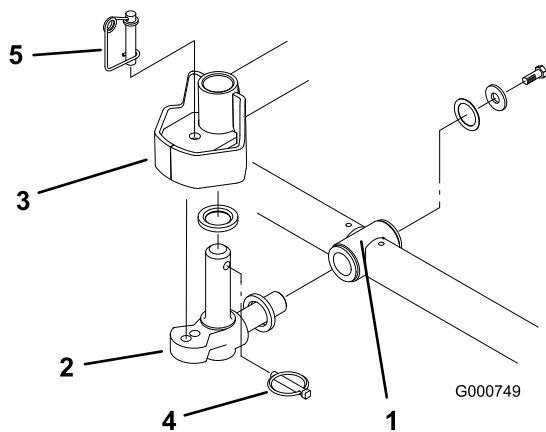

Figure 5
- Montez une rondelle de butée sur l'axe horizontal du pivot comme illustré à la (Figure 5).
7. Insérez l'axe horizontal du pivot dans le tube de montage du bâti porteur (Figure 5).
8. Fixez le pivot au bâti porteur avec une rondelle de butée, une rondelle plate et une vis à embase (Figure 5).
9. Insérez une rondelle de butée sur l'axe vertical du pivot (Figure 5).
10. S'il a été déposé, insérez l'axe vertical du pivot dans le moyeu de pivot du bras de relevage (Figure 5). Guidez le pivot en position, entre les deux amortisseurs de centrage en caoutchouc, dans le dessous de la plaque de direction du bras de relevage.
11. Insérez la goupille à anneau dans le trou transversal de l'axe de pivot (Figure 5).
14. Accrochez le ressort autour du bas de la goupille de blocage de direction (Figure 5).
Remarque: Si une position de plateau de coupe fixe est requise, insérez la goupille de blocage de direction dans le trou de fixation du pivot (Figure 5).